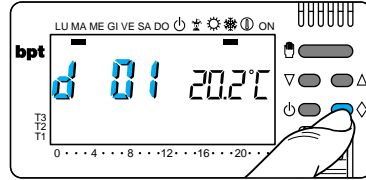

Fig. 28
5.7 - Premere due volte il pulsante  (fig.28).